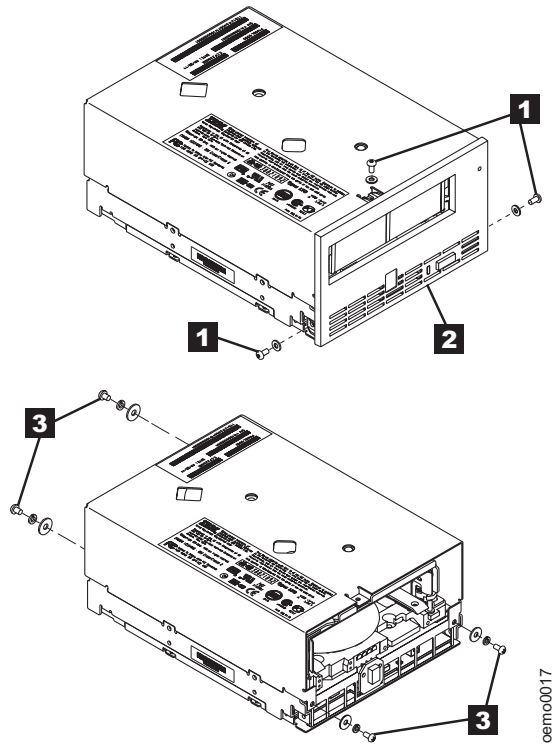

Figure 17. Retrait du carter supérieur de l'unité
- a. A l'aide d'un outil approprié, retirez les trois vis et rondelles (voir **1** dans la figure 17 à la page 52) qui maintiennent le panneau frontal **2**. Retirez ce panneau.